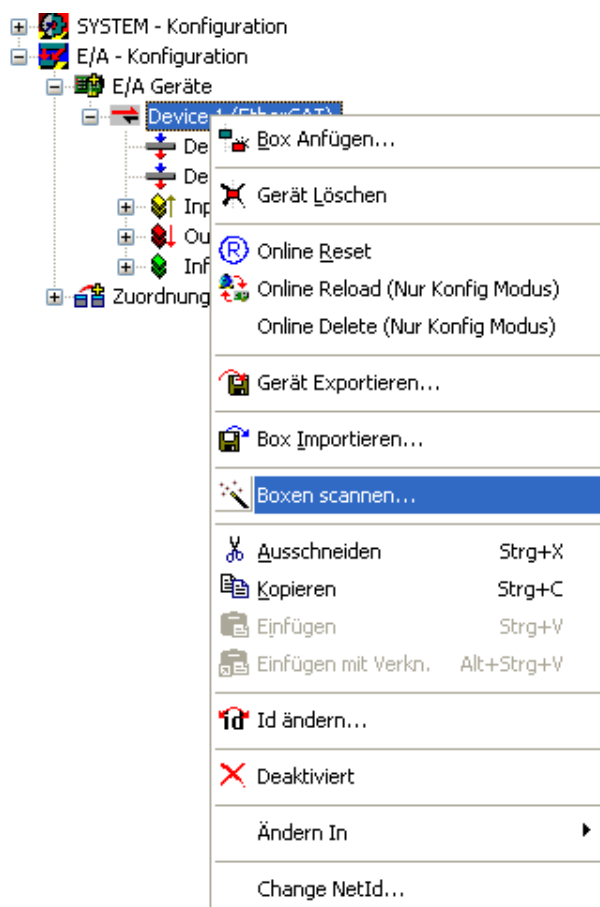

Bild 6-3: Boxen scannen
- Den Wegaufnehmer als Box scannen, siehe Bild 6-3.